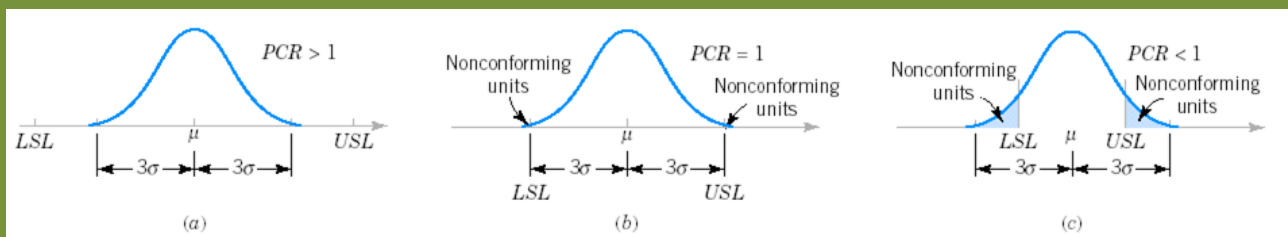

Figura 6.10: Productos *defectuosos* y coeficiente de capacidad C_p (PCR).
- En inglés C_p se denomina ‘Process Capability Ratio’ (PCR) - ver Figura 6.10.
- $C_p \geq 1$ indica que prácticamente todos los productos fabricados *cumplirán* con las especificaciones (ver Figura 6.10, gráficas a) y b)).
- $C_p < 1$ indica que un número relevante de productos fabricados *no cumplirán* las especificaciones(ver Figura 6.10 gráfica c)).